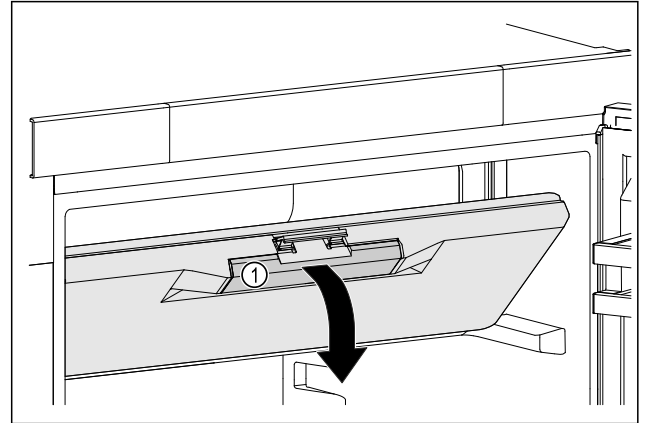

Fig. 23
- ▶ Gefrierfachtür an der Griffmulde Fig. 23 (1) anfassen.